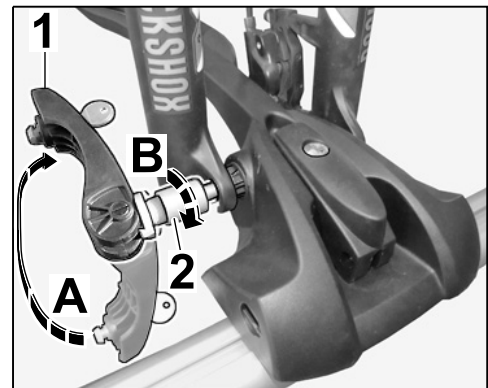

Bild 32
- 7.3.2 Spannhebel mit Schloss in waagerechte Position drehen (⇒ Bild 32 -A-).
Spannhülse mit einigen Umdrehungen gegen die Vorderradgabel drehen (⇒ Bild 32 -B-).